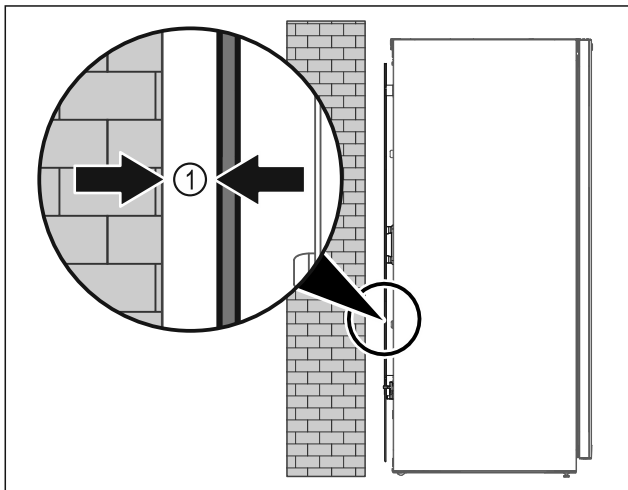

Fig. 9
- Placer l'appareil soit librement dans la pièce, soit directement contre un mur en respectant une distance minimale de 5 mm Fig. 9 (1).